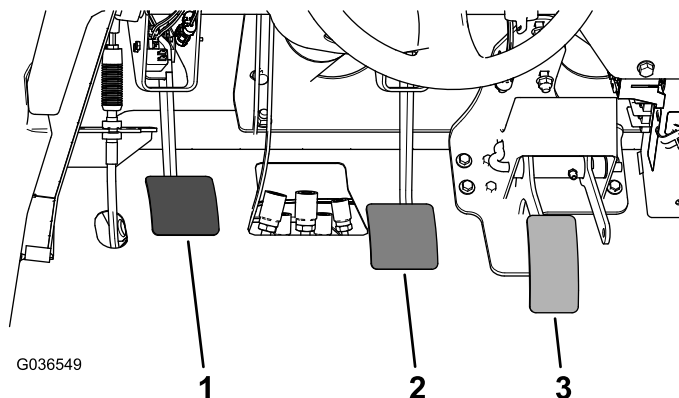

图 59
- 抬起刹车踏板图 59 直至它接触到机架。
- 松开将汽缸枢固定至主汽缸轴的锁紧螺母图 59。